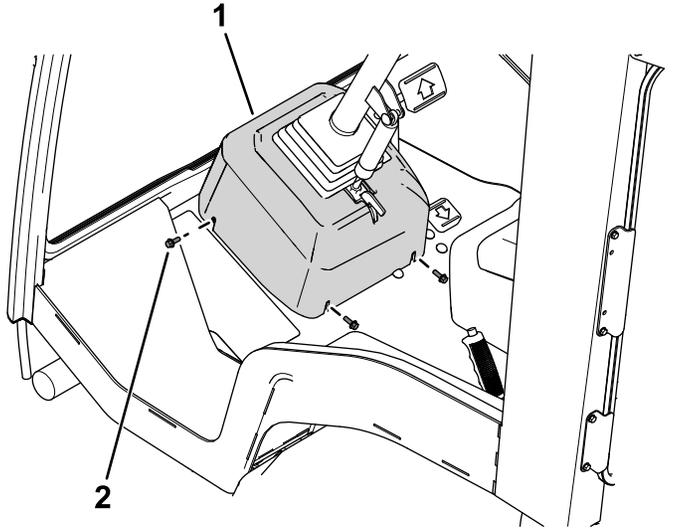

図 1
1. ステアリングカバーの固定具を外して、カバーを取り外す **図 1**。